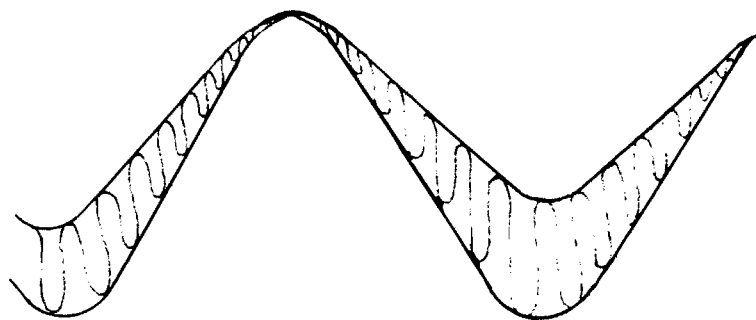

Bild 12
- 8.9.4 Justera frekvensen hos mottagarsidans signalgenerator tills nollsvävning erhålls på oscilloskopbilden. Minska vertikalkänsligheten och vertikalförflytta bilden på oscilloskopet så att hela sinusspänningen syns. Oscilloskopbilden skall då överensstämma med bild 12. Notera signalgeneratorns frekvens.